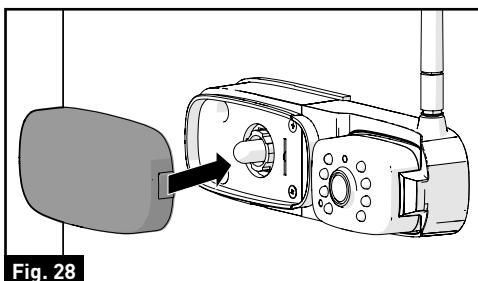

Fig. 28
7. Replacez le couvercle de lentille sur la base du feu de signalisation et appuyez sur jusqu'à entendre un déclic. La caméra est maintenant entièrement installée sur le véhicule. (Fig. 28 et 29)